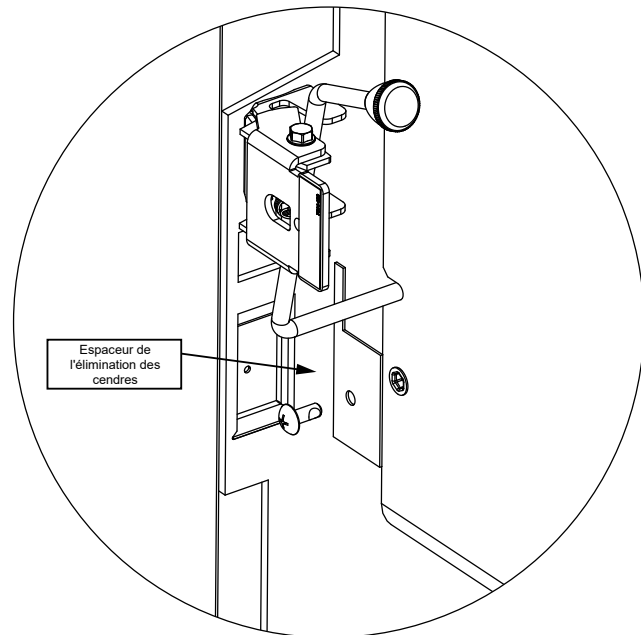

Figure 22.4
3. Installez l'espaceur ARS sur le côté gauche à l'aide d'un boulon et le tournevis cruciforme (**Figure 22.4**).
- Installez l'espaceur ARS sur le côté gauche à l'aide d'un boulon et le tournevis cruciforme (**Figure 22.4 à la page 22**).